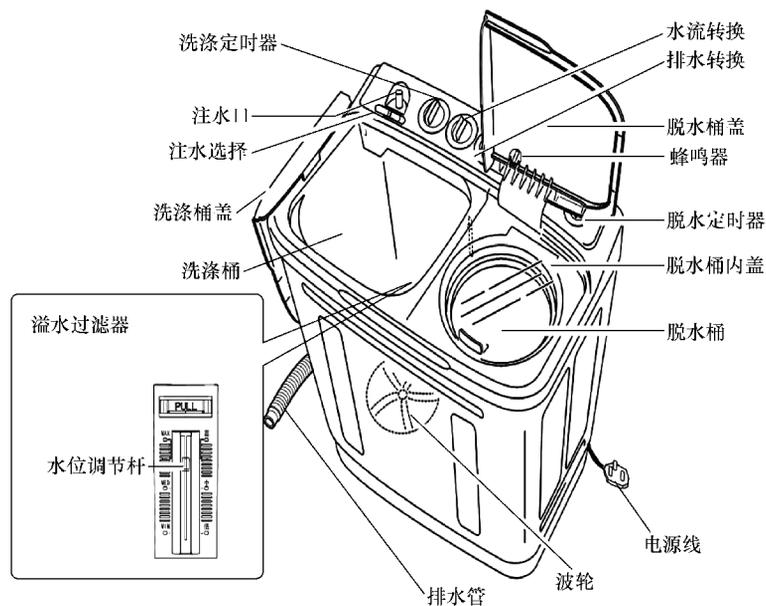

图 6-43 海尔 XPB125 - 287S 型双桶洗衣机外形结构
**【附注】** 海尔 XPB125 - 287S 型双桶洗衣机外形结构如图 6-43 所示。